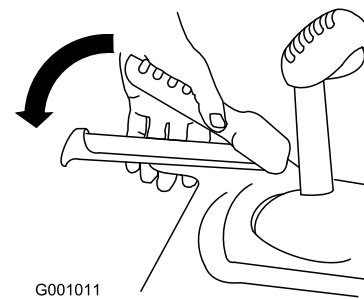

Bild 28
- Kuppeln Sie den Fahrtriebshebel ein und halten ihn fest (Bild 28).